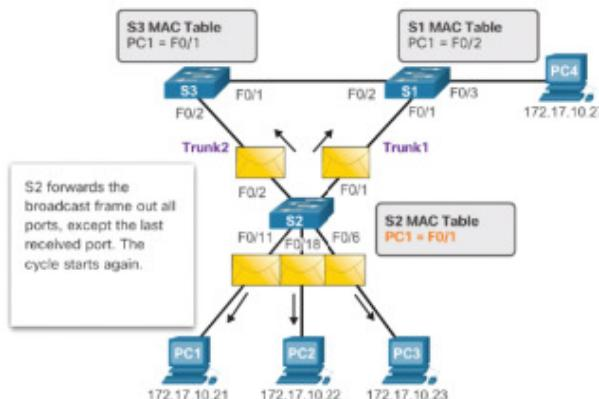

Figure 2.2: Momento 6 del bucle.
- **Inestabilidad de la base de datos MAC:** Las tramas de ethernet no poseen Tiempo de duración, como el encabezado IP de capa 3. Esto significa que Ethernet no tiene ni un mecanismo para descartar las tramas que se propagan innecesariamente. El bucle empieza de la siguiente manera; observando la imagen 2.2: